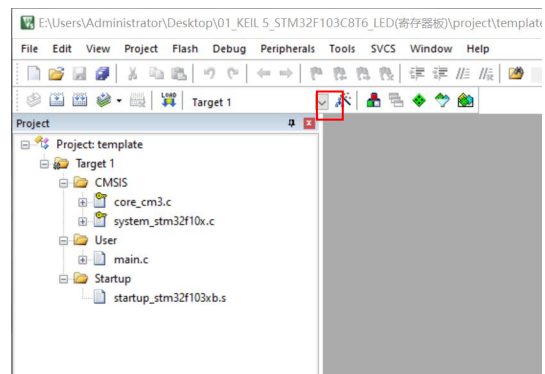

图 2
② 确保电脑、仿真器、电路板之间连线正确后，通过 KEIL 开发环境打开相应的工程文件，在主界面选择“Project”→“Options for Target' Target 1' ”打开,配置仿真器，或点击图 2 中红框内图标打开配置仿真器界面。